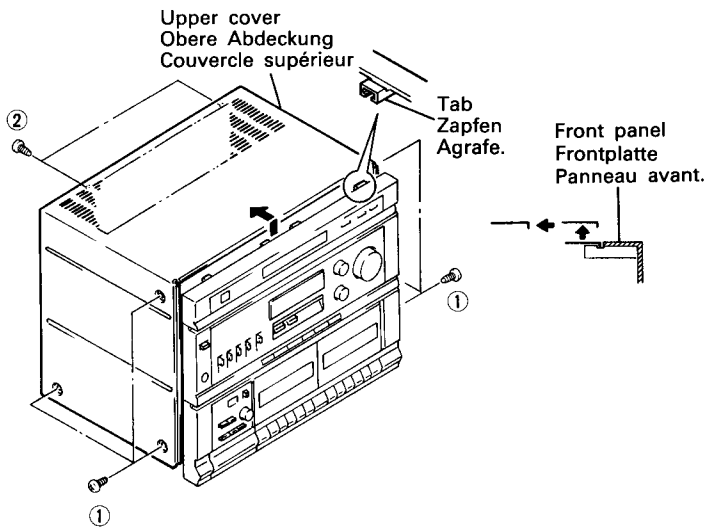

Fig. 1 Abb. 1
1. **Oberabdeckung (Abb. 1)**
**DÉMONTAGE****1. Couvercle supérieur (Fig. 1)**